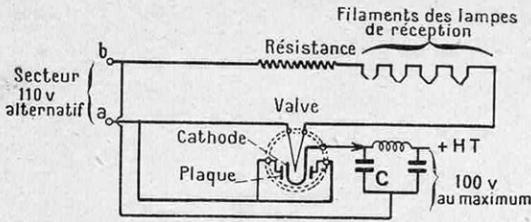

FIG. 10. — MONTAGE D'UN POSTE MINIATURE FONCTIONNANT SUR TOUS COURANTS
de redressement sous 25 volts (1). La tension nécessaire pour le chauffage d'un poste à quatre lampes est donc de  $(4 \times 6 \text{ v}) + 25 \text{ v} = 49$  volts environ. Le secteur fournissant normalement 110, le surplus est absorbé par une résistance spéciale mise en série avec les éléments chauffants (fig. 10).
Au contraire, si on inverse le sens du courant, les filaments seront bien chauffés, mais le poste ne fonctionnera pas. En effet, à ce moment, les cathodes de la lampe seront reliées à la borne positive et la valve isolera les plaques de la borne négative, ne pouvant pas laisser passer le courant dans le sens cathode-plaque (fig. 10).